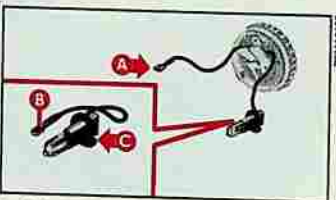

fig. 24
6) Pour agir plus aisément, enlever le couvercle **B** en dégageant la connexion **A**-fig. 24 du boîtier du phare.